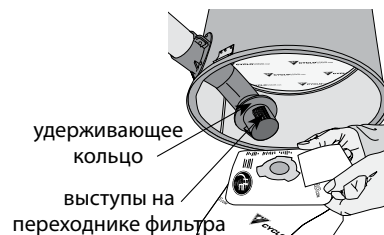

рис. 9
3. Установить новый фильтр-пакет. Убедитесь, что выступы на переходнике фильтр-пакета входят в пазы кольца фильтра (рис. 9).